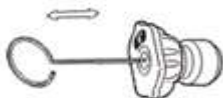

Рис. 4 Способ устранения засора.
4. Введите очиститель в отверстие распылителя и подвигайте вперед – назад до удаления засора, смотрите рисунок 4.